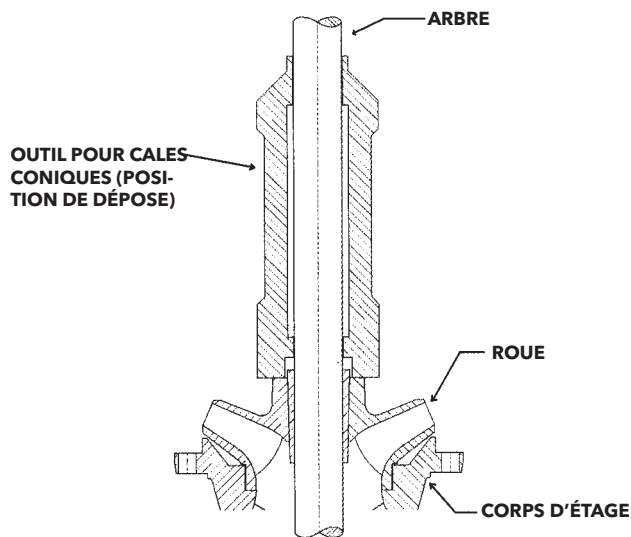

Figure 3 — Dégagement d'une roue
- b) Enfiler, dans sa position de dépose, l'outil pour cales coniques (v. fig. 3) ou un outil équivalent sur l'arbre, puis tirer l'arbre le plus loin possible (vers l'extérieur) et frapper le moyeu de roue (vers l'intérieur) avec l'outil afin de dégager la cale conique et de libérer la roue.